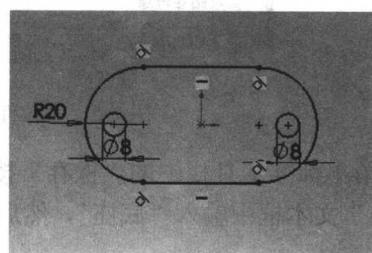

图1-3 绘制草图
- (1) 打开中文版SolidWorks2007，建立一个新零件文件。
- (2) 在“设计树”管理器中单击“前视基准面”，单击草图绘制按钮()，开始绘制草图。
- (3) 使用“直线”工具()、“3点圆弧”工具()和“圆”工具()绘制草图并标注尺寸，如图1-3所示。